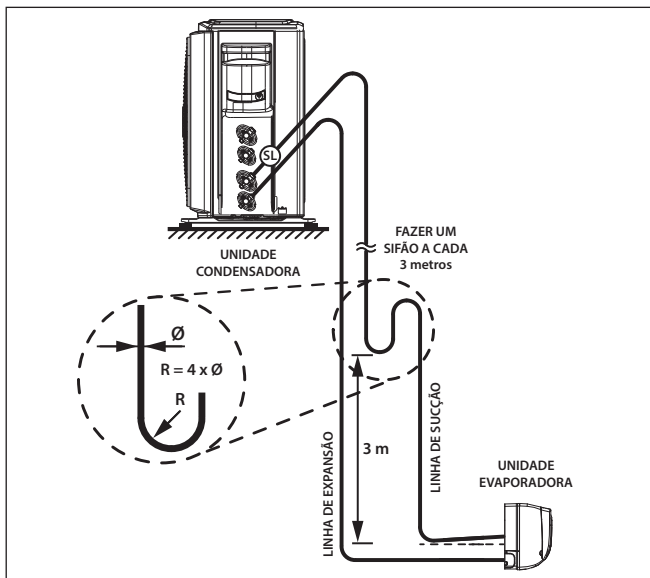

FIG. 49 - LINHAS DE INTERLIGAÇÃO
- Quando a unidade condensadora estiver em um nível superior ao da unidade evaporadora, fazer sifões nas subidas da linha de sucção a **cada 3,0 metros**, considerando desde a saída da evaporadora (Fig. 49).
- No caso de haver desnível entre 4 e 5 metros entre as unidades e estando a evaporadora em nível inferior, deve ser instalado na tubulação de sucção um sifão (ver Fig. 49).
- Inclinær as linhas horizontais de sucção no sentido do fluxo. (ver Fig. 49).